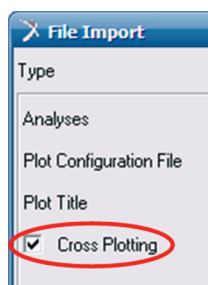

Figura 4.203 – Plotando mais de uma curva no mesmo gráfico.
- Para que os programa disponibilize as duas curvas no mesmo gráfico, selecione o ícone *Cross Plotting* (Figura 4.203).